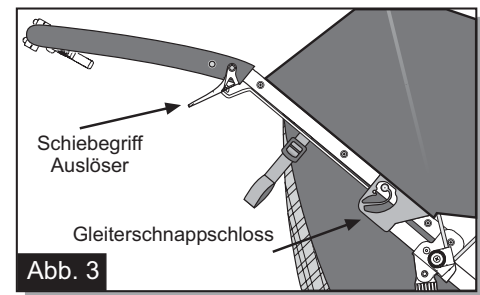

Abb. 3
- 3 Schiebegriff:** Falten Sie den Schiebegriff ganz zurück und sichern Sie ihn durch die Schiebeverschlüsse (Abbildung 3).